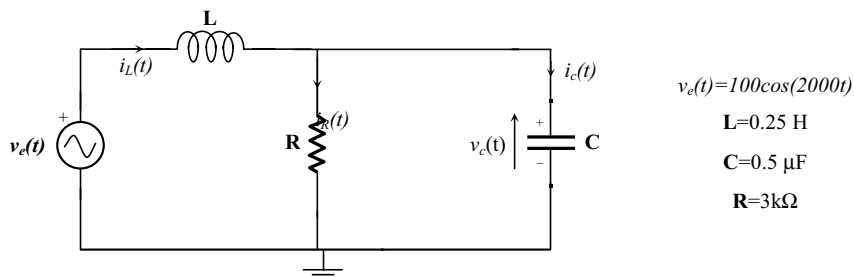

Figura 3. Circuito en regimen estacionario
- 1.- Crear, de la forma que ya sabemos el circuito de la figura 3. Utilizar el generador de tensión VSIN.